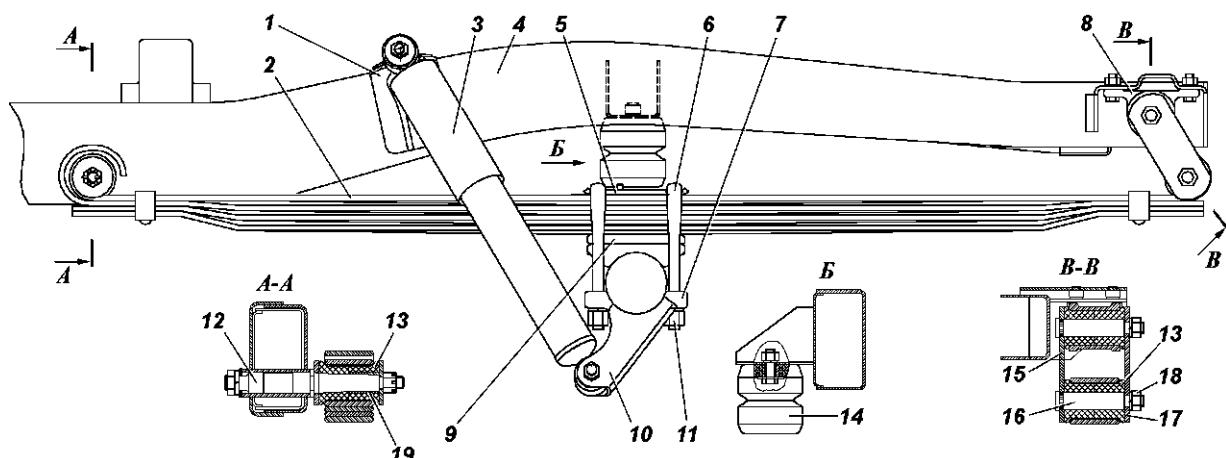

Рис. 10.3. Задняя подвеска автомобиля:
Задняя подвеска автомобиля (рис. 10.3) состоит из двух рессор (3 листа) и амортизаторов, расположенных с внешней стороны рамы.
Пружины и листы рессор не должны иметь трещин. Момент затяжки гаек 11 (см. рис. 10.3) стремянок 90–100 Н·м (9–10 кгс·м).
1. Отверните гайки 11 стремянок 6 (см. рис. 10.3) рессор, снимите стремянки, подкладку 7 и накладку 5.